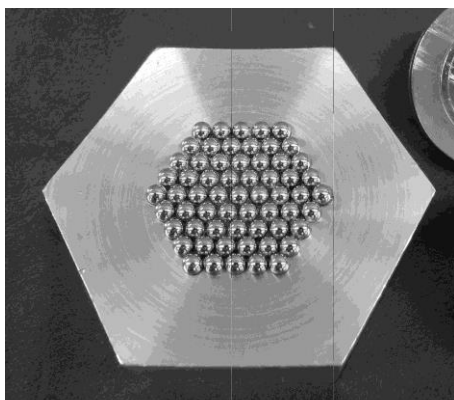

図4 ベースの上面
- ・ベースは図4に示すように、緩やかな凹R面上に軸受用鋼球(3/16in)が61個敷き詰められた構造になっている。すなわち、この装置においてコマはベースと3点で接触しており、接触円径も6.9mmあるため、コマを減速させる摩擦トルクが大きい。